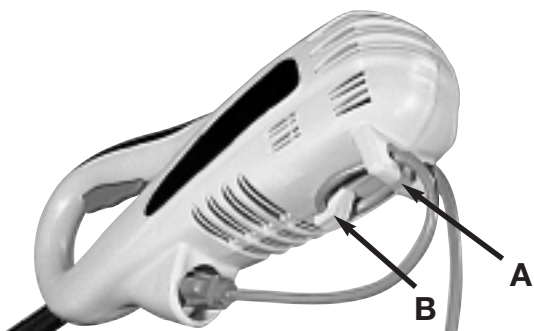

Fig. 3
3. Placer la boucle dans la fente (A) sous le boîtier du moteur et verrouillez en place avec la pièce de retenue de cordon (B) dans la figure 3